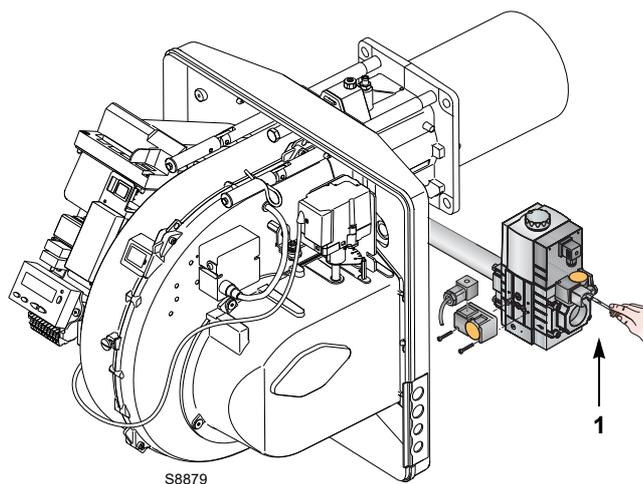

Abb. 28
- Prüfen Sie den Gasversorgungsdruck durch Anschließen eines Druckmessers an die Druckentnahmestelle 1)(Abb. 28) des Minimal-Gasdruckwächters: er muss geringer als der maximal zulässige Druck der Gasarmatur sein, der auf dem Kennschild der technischen Daten angegeben ist.
- Entlüften Sie die Leitung der Gasarmatur, indem Sie eine Kunststoffleitung an die Druckentnahmestelle 1)(Abb. 28) des Minimal-Gasdruckwächters anschließen. Führen Sie die Entlüftungsleitung aus dem Gebäude, bis der Gasgeruch wahrnehmbar ist.